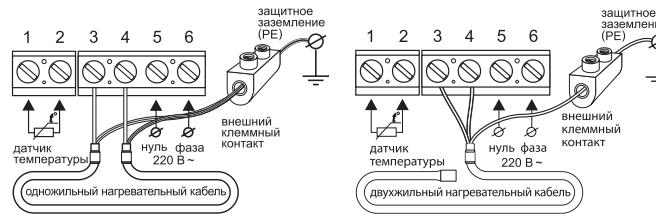

Рис. 3
Выводы нагревательного кабеля подключаются к клеммам **3** и **4**; вывод экранирующей оплетки (желто-зеленый провод) – к линии защитного заземления (PE) через внешний клеммный контакт (рис. 3).